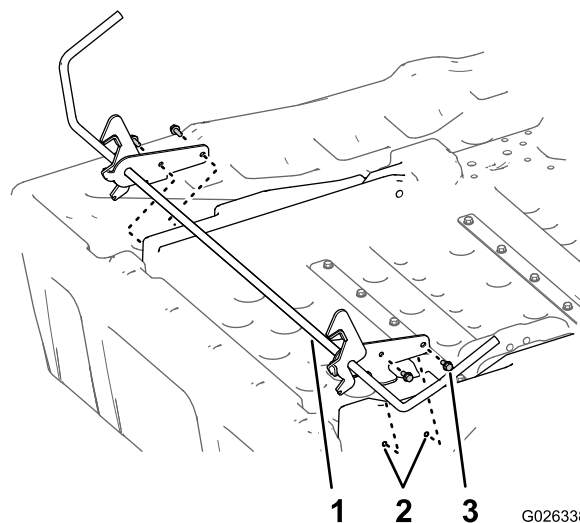

Figura 10
1. Allineate i fori nel gruppo fermo del kit con l'inserto filettato nel nuovo pianale (Figura 10).
2. Fissate il fermo al pianale con 4 bulloni a testa flangiata (5/16 x 3/4 poll.); fate riferimento a Figura 10.